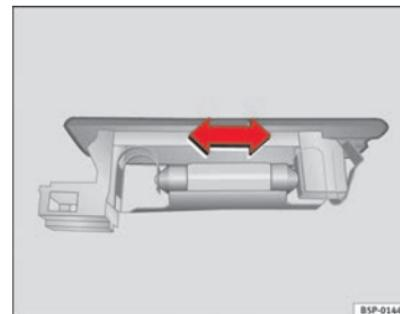

Fig. 152 Luz maletero
- Presione la lámpara lateralmente y extrágala del alojamiento ⇒ fig. 152. ■